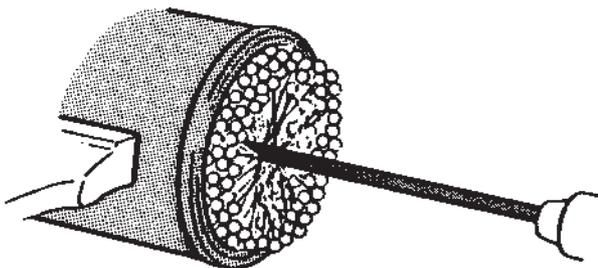

Fig. 63A. Déglacage de chemise par la méthode Flexhoning
2. Fixer la chemise dans un étau, (figure 63A). Il n'est pas recommandé d'effectuer le déglacage avec la chemise en place car les canaux d'huile risquent d'être bouchés et la mesure peut être difficile à effectuer.